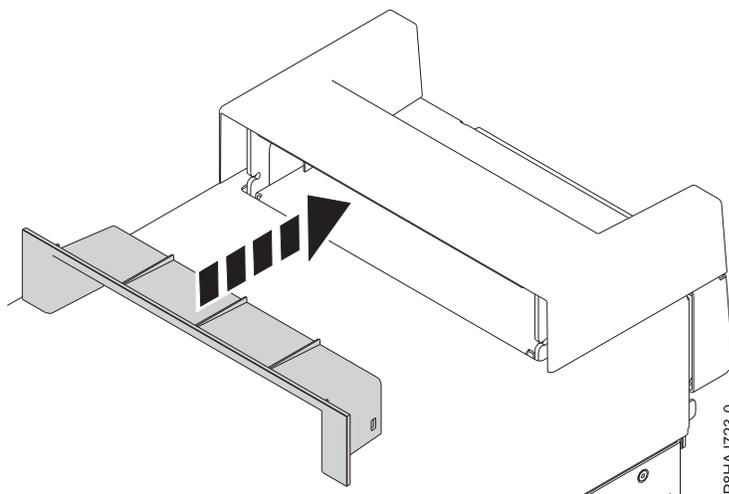

Figure 141. Insertion de la pièce plastique dans la poignée sur un système autonome 8286-41A
2. Insérez la pièce plastique (garniture intérieure) dans la poignée en la poussant fermement comme illustré figure 141.